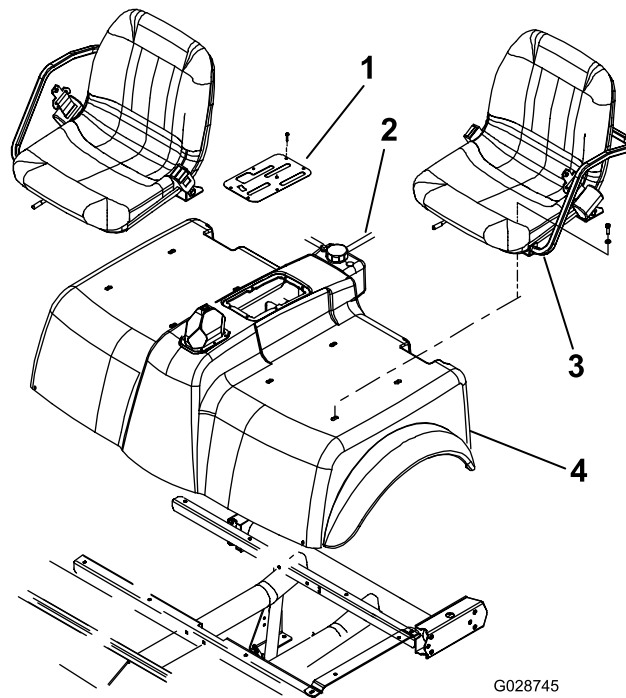

Figura 6
- Quite los 6 tornillos que fijan el borde exterior de la placa de cubierta de la consola central al bastidor y retire la placa (Figura 6).
- Desconecte la manguera del depósito del radiador y enchufe o sujete con abrazaderas la manguera para retener el refrigerante (Figura 6).
- Retire los 8 tornillos de caperuza que fijan los asientos y la cubierta a los soportes de montaje (Figura 6). Retire los asientos y la cubierta.